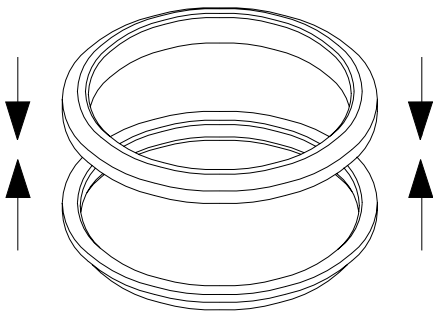

Fig.6-7 Stödring
1. Montera det nya sätet på stödringen (→ Fig. 6.7).